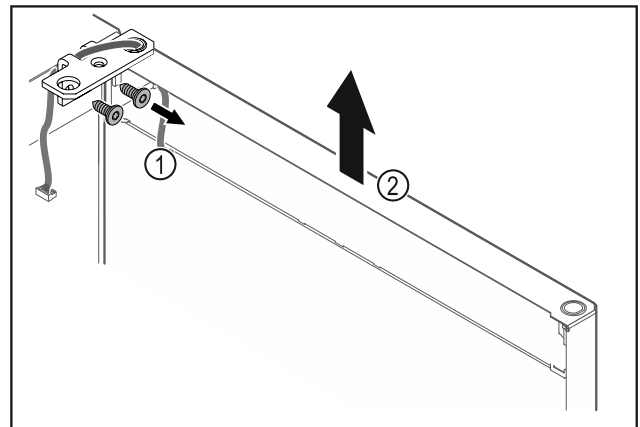

Fig. 25
- ▶ Scharnierhoek Fig. 25 (1) losschroeven.
- ▶ Deur inclusief scharnierhoek Fig. 25 (2) circa 200 mm recht omhoog tillen en verwijderen.